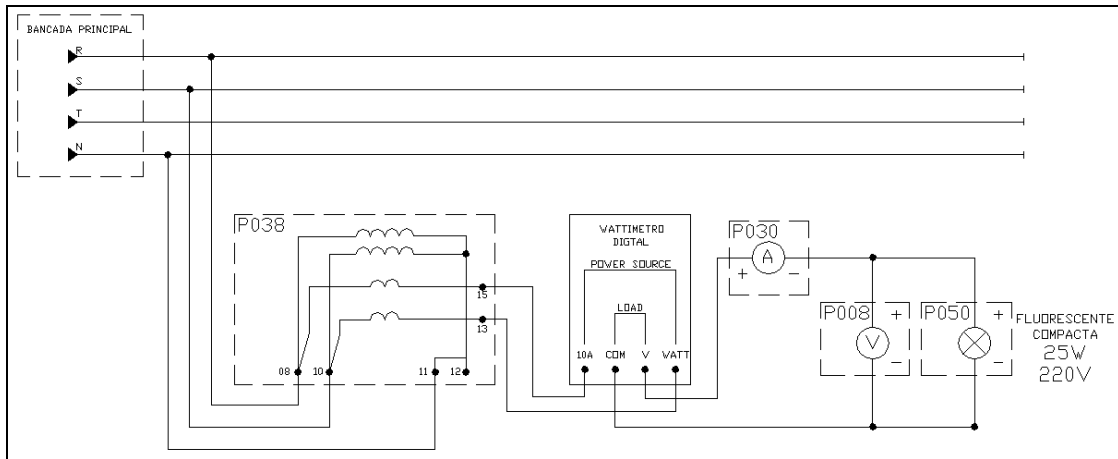

Figura 4 – Circuito para medição do consumo da lâmpada fluorescente compacta.
4.3 Monte o circuito da **Figura 4** abaixo com uma lâmpada fluorescente compacta de 25W/220V e complete a **Tabela 5** a seguir. O valor do fator de potência pode ser encontrado na lâmpada.